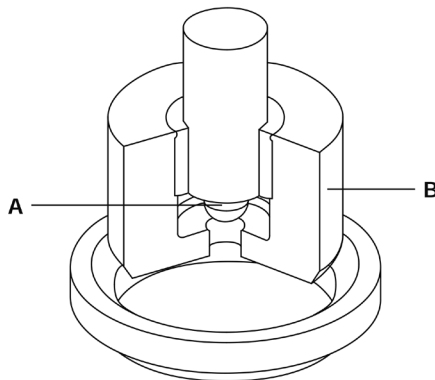

Fig. 2
- (Vedere la Fig. 2) L'otturatore di pre-apertura (**A**) agisce come una valvola pilota: viene aperto per primo permettendo il passaggio di fluido ad una portata controllata e, conseguentemente, la pressione differenziale tra monte e valle della valvola si riduce permettendo una più facile manovra dell'otturatore principale (**B**) che potrà essere staccato dalla sede con minor sforzo. Per facilitare la chiusura della valvola il flusso del fluido dovrà entrare nella valvola dal lato del "soffietto di tenuta" e quindi in modo inverso rispetto le normali installazioni.